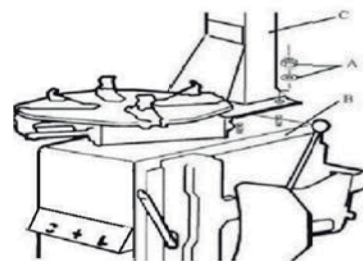

Fig. 3
2. Desaparafuse a porca A no corpo do gabinete B, como mostrado na Fig. 3. Levante a coluna C; monte-a no corpo da máquina B usando a porca A através do parafuso localizado no corpo da máquina B. Se a coluna afrouxar após um período de uso, aperte-as imediatamente. Caso contrário, isso pode ocasionar danos ao pneu.